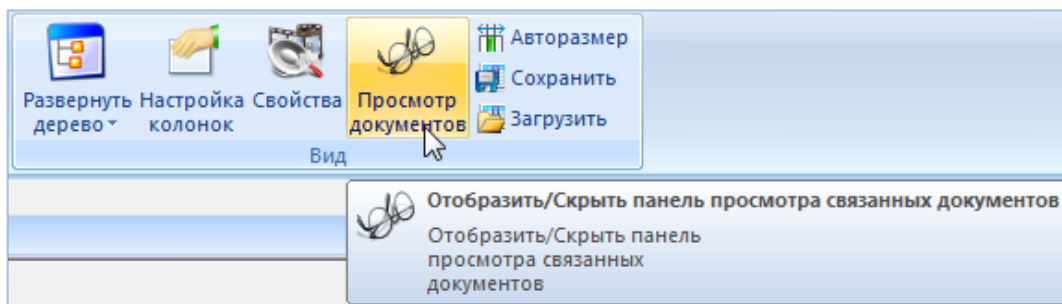

Рис. 5-23 – Панель «Вид» на вкладке «Правка»
- 2) Нажать кнопку «Просмотр документов» панели «Вид» (рис. 5-23).